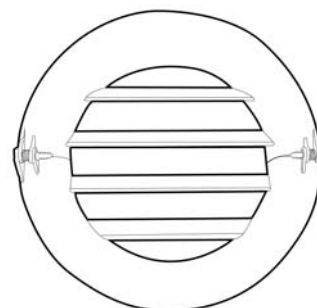

Fig. 12
- Faites tourner la grille jusqu'à ce que les lamelles soient bien horizontales et avec l'inclinaison tournée vers l'extérieur (fig. 12).